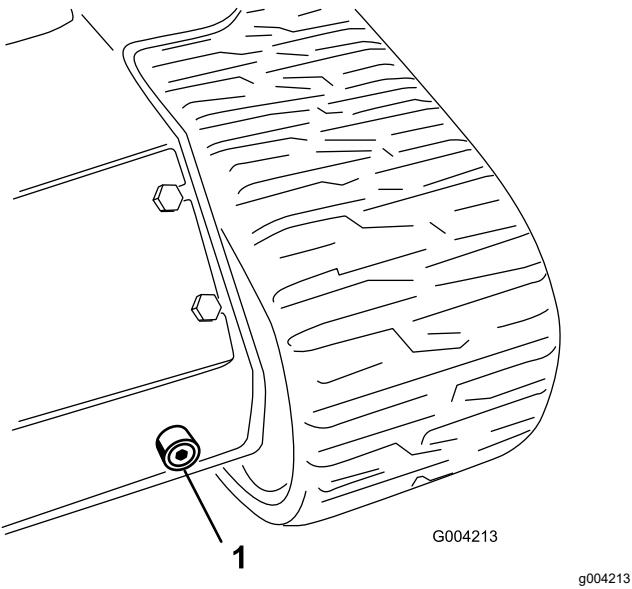

Рисунок 64
6. Разместите большой сливной поддон (вместимостью 57 литров) под сливной пробкой в передней части машины (Рисунок 64).
7. Снимите сливную пробку и дайте маслу стечь в поддон (Рисунок 64).